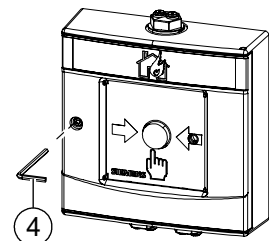

Fig. 5
1. Use the Allen key (4) supplied to open the door (1) of the housing (see Fig. 5). Keep the Allen key (4) in a safe place.
1. Öffnen Sie mit dem mitgelieferten Innensechskant-Schlüssel (4) die Tür (1) des Gehäuses (siehe Fig. 5). Bewahren Sie den Innensechskant-Schlüssel (4) sicher auf.